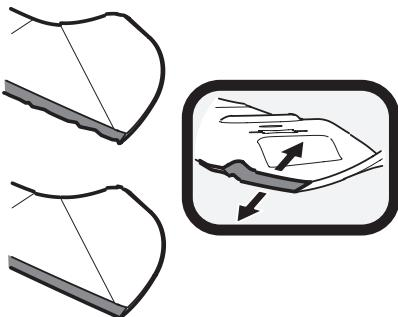

Figure 33
1. Pour aiguiser correctement les lames de coupe, aiguisez les deux tranchants des lames de façon égale, parallèlement à la voile, à un angle de 25° à 30°. Aiguisez toujours chaque lame de coupe de façon égale pour assurer l'équilibre des lames. Voir Figure 33.